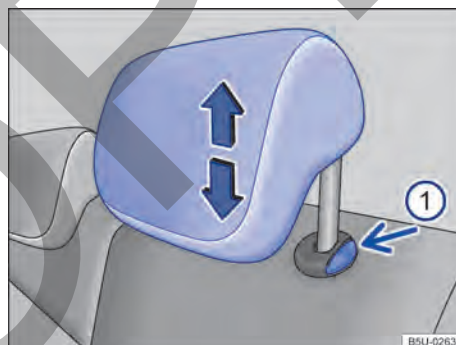

Fig. 63 Apoyacabezas traseros: desinstalar.
- Presionar la tecla → fig. 63 (B) en el sentido de la flecha. Retire el apoyacabezas presionando el botón.
- Empuje el apoyacabezas hacia abajo con el botón → fig. 63 (B) presionado.